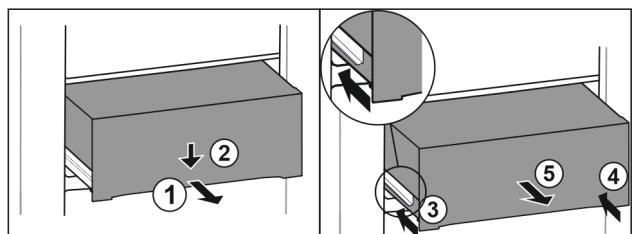

Fig. 112
- Витягніть ящик на половину. Fig. 112 (1)
- Спрямуйте висувний ящик вниз спереду. Fig. 112 (2)
- Вставте ліву рейку приблизно на 2 см. Fig. 112 (3)
- Вставте праву рейку приблизно на 2 см. Fig. 112 (4)
- Вийняти висувний ящик рухом вперед. Fig. 112 (5)